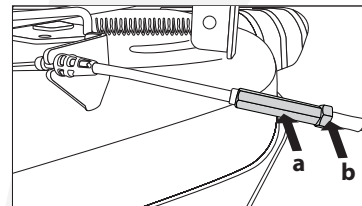

Fig. 28
1. El cable de la cubierta se fija en la fábrica sin hilos expuestos que se muestran detrás de la tuerca de mermelada (b). (Fig. 28)